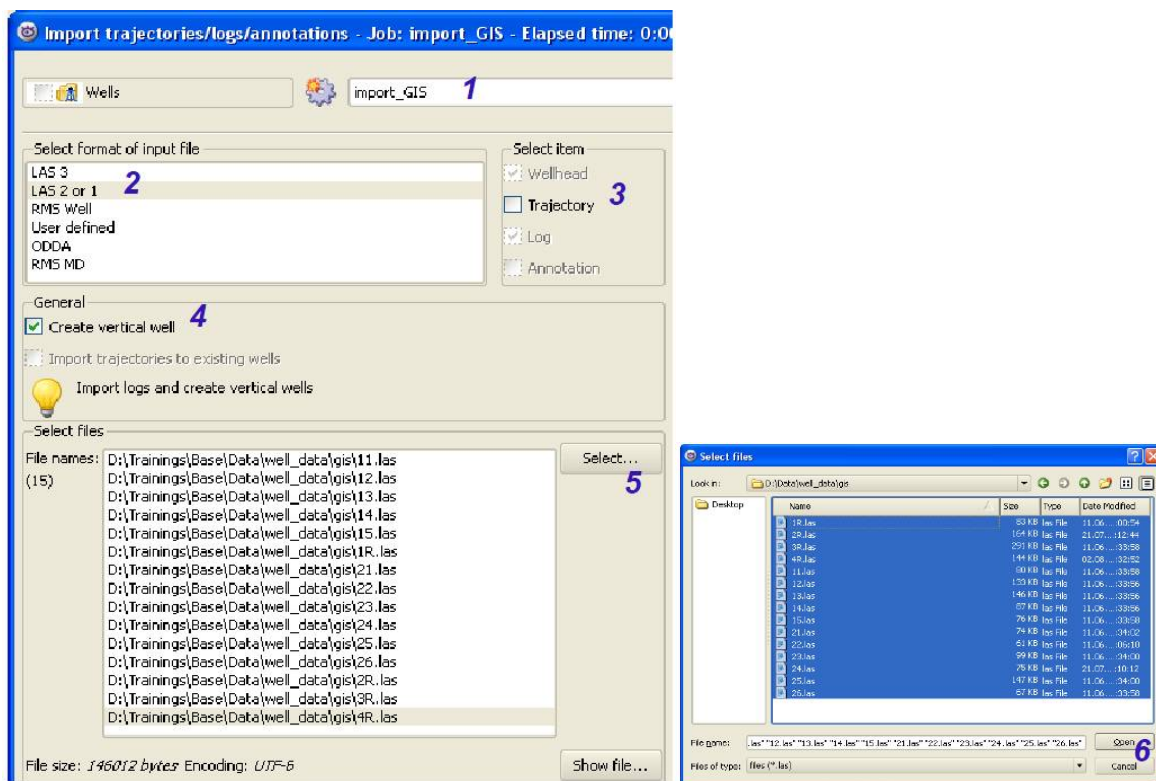

Рисунок 1.16 – Панель *Import trajectories/logs/annotations*
В появившейся панели *Import trajectories/logs/annotation* создайте новую задачу *Import_GIS*, нажав на кнопку (1) (рис. 1.16).